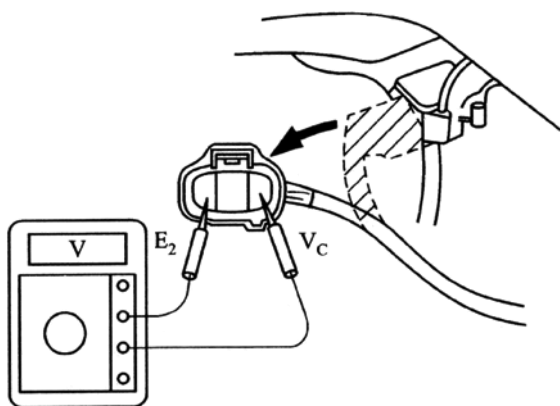

图 2-2-3 V_s 和 E 端子之间的电压
(2) 输出电压检测
①将点火开关置于“ON”位置（不起动发动机）。
②拆下进气压力传感器与进气歧管间的真空软管。
③在 ECU 导线插接器一侧用万用表电压挡检测进气压力传感器 PIM-E2 端子间的输出电压。
④用真空泵向进气压力传感器内施加真空，从 13.3 kPa (100 mmHg) 起，每次递增 13.3 kPa (100 mmHg)，一直增加到 66.7 kPa (500 mmHg) 为止，然后检测在不同真空度下进气压力传感器（PIM—E2 端子间）的输出电压。
①在不断开进气压力传感器上的电插的情况下，将点火开关置于“ON”位置。
②万用表电压挡检测传感器电插中的 V_s 和 E 端子之间的电压，如图 2-2-3 示。